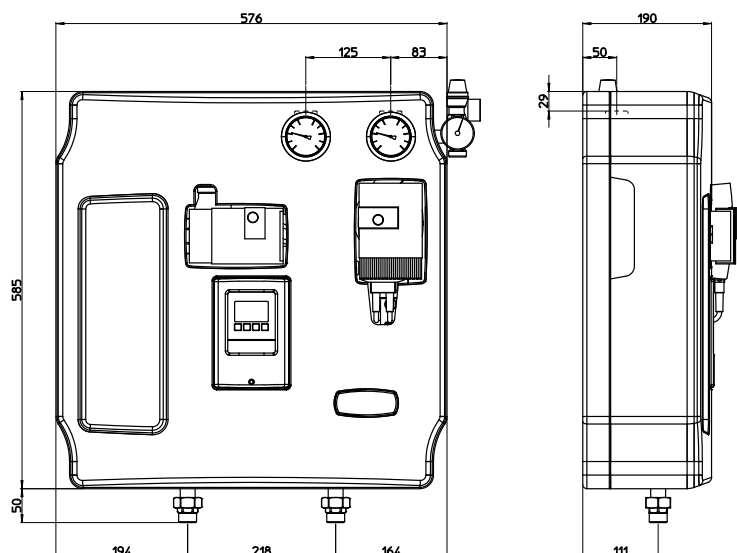

Abb. 3: wichtige Maße und Achsabstand der Station
- ✓ Befestigen Sie die Verrohrung gemäß dem Anschlussplan und den Maßen in *Abbildung 3*;